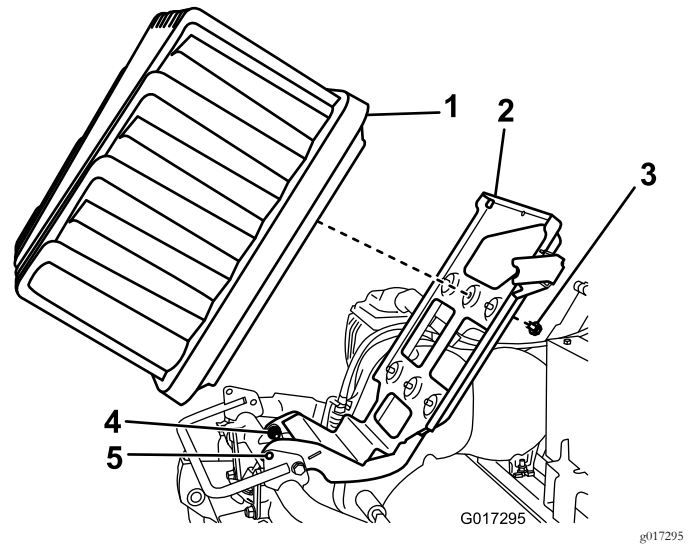

图13
5. 将 2 颗枢轴螺栓/螺母分别拧松半圈 (图13)。
6. 向上提起电池平台直至基座与机架中的锁定孔对齐 (图13)。